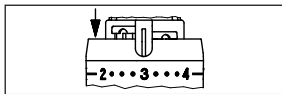

Fig.9
2. Spostare entrambe le clip di limitazione dalla „posizione di sicura“ e inserirli nelle sedi subito a destra e a sinistra dell'indicatore dell'impostazione “3” (Fig. 9)